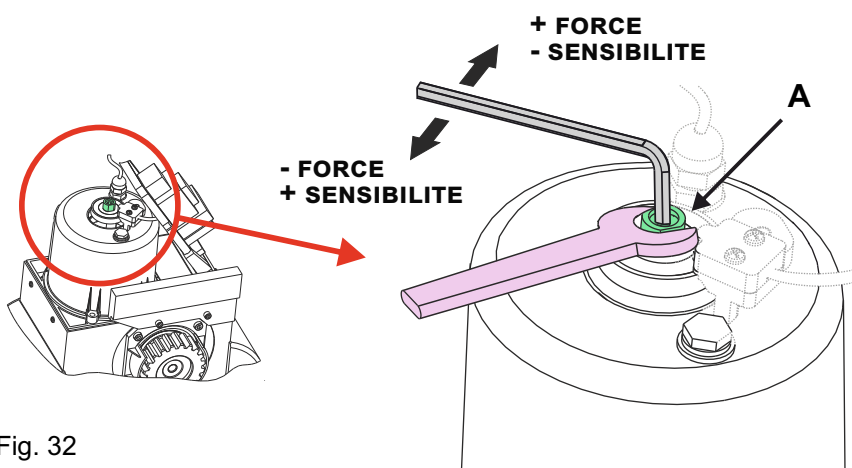

Fig. 32
**10.2.** Pour le réglage de l'embrayage mécanique opérer sur la vis «A» - Fig. 32 - comme suit: